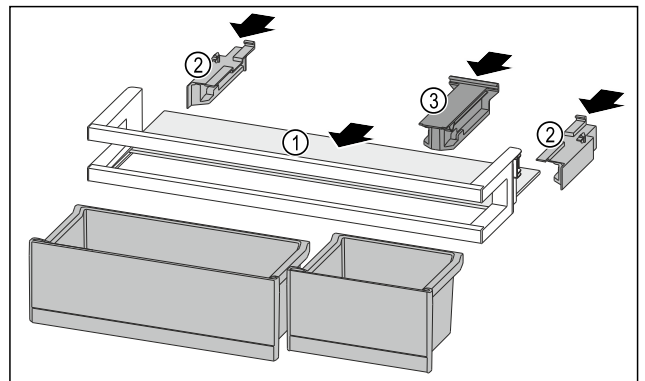

Fig. 118
- ▶ Abstellfläche Fig. 118 (1) in die seitlichen Einsparungen einschieben.
- ▶ Seitenteile Fig. 118 (2) einsetzen.
- ▶ Halteteil Fig. 118 (3) einsetzen.